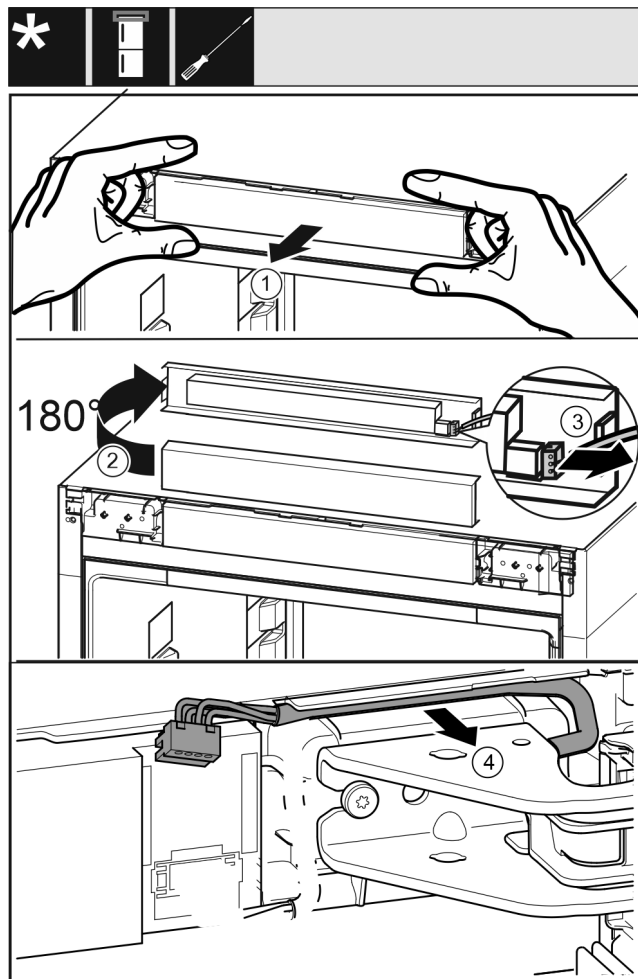

Fig. 17
- ▶ Осторожно отсоедините фальшпанель устройства движением вперед. Fig. 17 (1)
- ▶ Поверните фальшпанель вверх на 180°. Fig. 17 (2)
- ▶ Прижмите язычок защелки назад и осторожно выньте штекер. Fig. 17 (3)
- ▶ Осторожно высвободите кабель над опорным кронштейном из направляющей. Fig. 17 (4)